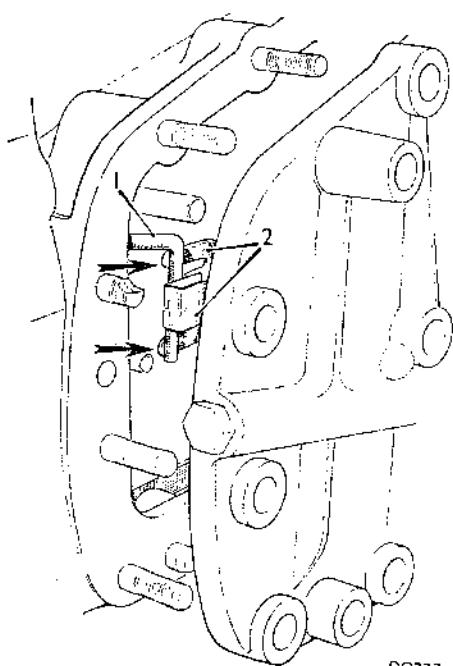

Fig. Fa.21
- (37) Montar el conjunto del regulador y bomba auxiliar y tratar el varillaje del bloque de válvulas con el regulador de tipo reciente como se indica en la Fig. Fa.21, asegurando así mis-